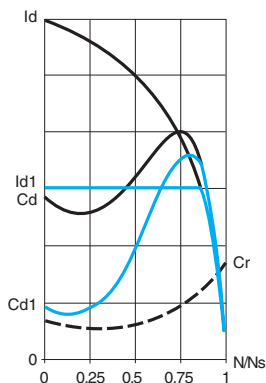

Figura 1
■ La figura 1 illustra l'evoluzione della coppia in funzione della corrente di avviamento. La limitazione della corrente di avviamento  $I_{d1}$  ad un valore prestabilito, provoca una riduzione della coppia di avviamento  $C_{d1}$  praticamente uguale al rapporto del quadrato delle correnti  $I_d$  e  $I_{d1}$ .